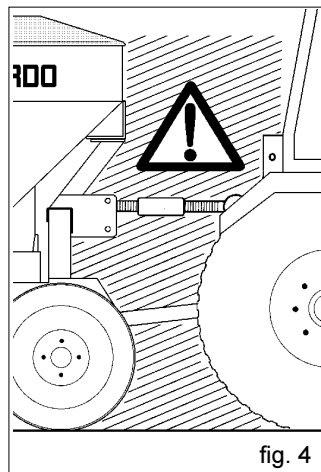

fig. 4
- 25) Il est absolument interdit de se mettre entre le tracteur et l'attelage pour manoeuvrer la commande de levage de l'extérieur (Fig. 4).
- 26) Il est absolument interdit de se mettre entre le tracteur et l'équipement (Fig. 4) si le moteur est en marche et le cardan est enclenché. Il n'est possible de s'interposer entre le tracteur et l'équipement qu'après avoir actionné le frein de stationnement et avoir inséré, sous les roues, une cale en bois ou un caillou de blocage de dimensions appropriées.